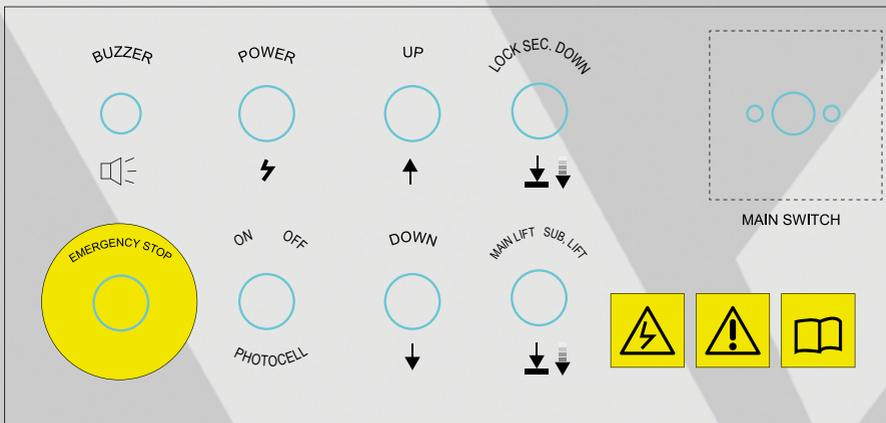

Abbildung 31
- Schalten Sie das Gerät mit dem Hauptschalter „MAIN SWITCH“ an der Steuerung (Abbildung 31) ein, drehen Sie den Drehschalter auf „MAIN LIFT“ und drücken Sie auf „UP“ und überprüfen Sie, ob sich der Motor im Uhrzeigersinn dreht (Blick nach unten). Sollte das nicht der Fall sein, schalten Sie die Hebebühne mit dem Hauptschalter „MAIN SWITCH“ aus und ändern dann die Phase des Motors.
1. Drehen Sie den Drehschalter auf der Steuerung (Abbildung 31) auf „MAIN LIFT“.